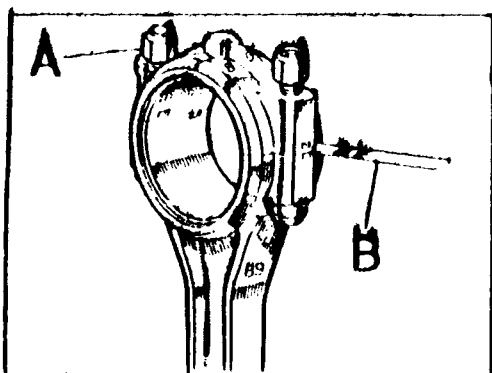

Fig. A3-92 Comprobación del huelgo de la tapa del cojinete
- 6.1. Instalar los semicojinetes, apretar las tuercas a la tensión correspondiente, aflojar una de ellas y comprobar la separación entre las juntas de unión - - (Fig. A3-92). Esta separación debe ser de 0,10 a 0,20 mm.